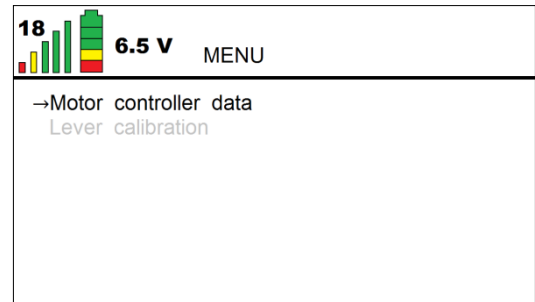

Figure 22
- Allumez la télécommande et établissez le contact avec le Chariot Transporteur. Activez le menu de la télécommande en appuyant sur la touche ( ✓ ). (Voir Figure 22).